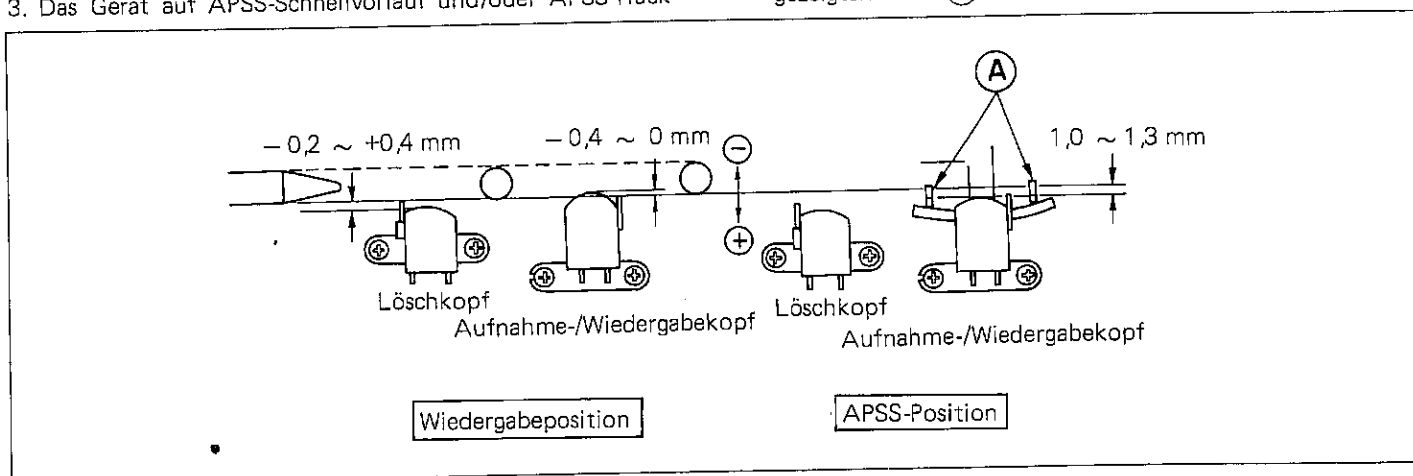

Abbildung 16-2
2. Nachprüfen, ob der Aufnahme-/Wiedergabekopf- und/oder Löschkopfhub die in Abb. 16-2 angegebenen Werte erreicht.
laufbetrieb einstellen und nachprüfen, ob der Aufnahme-/Wiedergabekopf- und/oder Löschkopfhub die in Abb. 16-2 angegebenen Werte erreicht.
4. Werden die in 3. angegebenen Werte nicht erreicht, eine entsprechende Einstellung durch Biegen des in Abb. 16-2 gezeigten Teils (A) vornehmen.